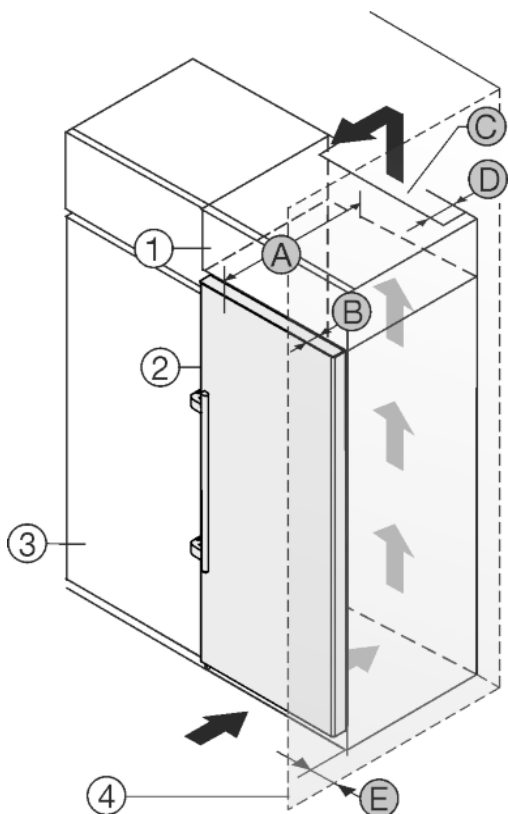

Fig. 21
Urządzenie może zostać obudowane szafkami kuchennymi. Aby dopasować urządzenie Fig. 21 (2) do wysokości ciągu szafek kuchennych, można nad urządzeniem umieścić szafkę nasadzaną Fig. 21 (1).
Urządzenie można ustawić bezpośrednio obok szafki kuchennej Fig. 21 (3). By móc całkowicie otworzyć drzwi, urządzenie musi wystawać przynajmniej o głębokość Fig. 21 (B) za front szafki kuchennej. W zależności od głębokości szafek kuchennych oraz od zastosowania elementów dystansowych urządzenie może wystawać jeszcze bardziej.
- Na tylnej ścianie szafki nasadzonej wymagany jest wywiewny kanał wentylacyjny o głębokości Fig. 21 (D) na całej szerokości szafki.
- Pod sufitem pomieszczenia należy zachować przekrój wentylacyjny Fig. 21 (C).
Jeżeli urządzenie będzie ustawiane z zawiasami do ściany Fig. 21 (4), to pomiędzy urządzeniem i ścianą należy zachować odstęp Fig. 21 (E). Na taką odległość wystaje klamka przy otwartych drzwiach.